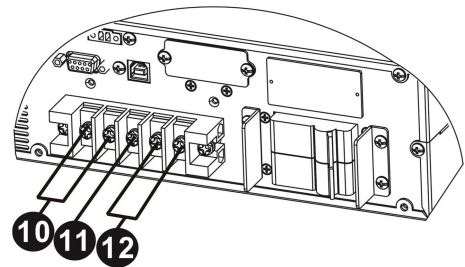

Рис.3: Входные/Выходные клеммы
8. Клеммы входа-выхода (см. Рис.3)